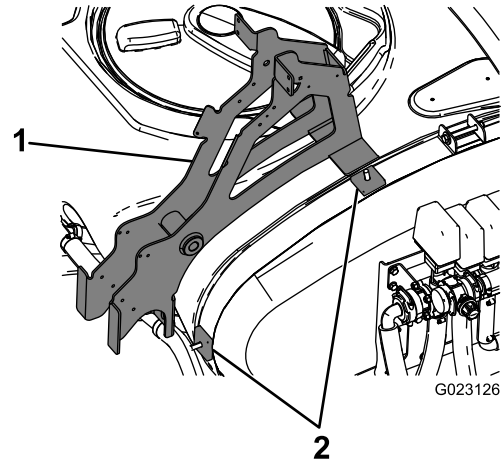

Figura 3
- Instale el bastidor principal sobre los espaciadores cuadrados y los pernos de cuello cuadrado, según se muestra en Figura 3.
- Monte los 2 espaciadores cuadrados sobre los pernos de cuello cuadrado instalados anteriormente (Figura 3).